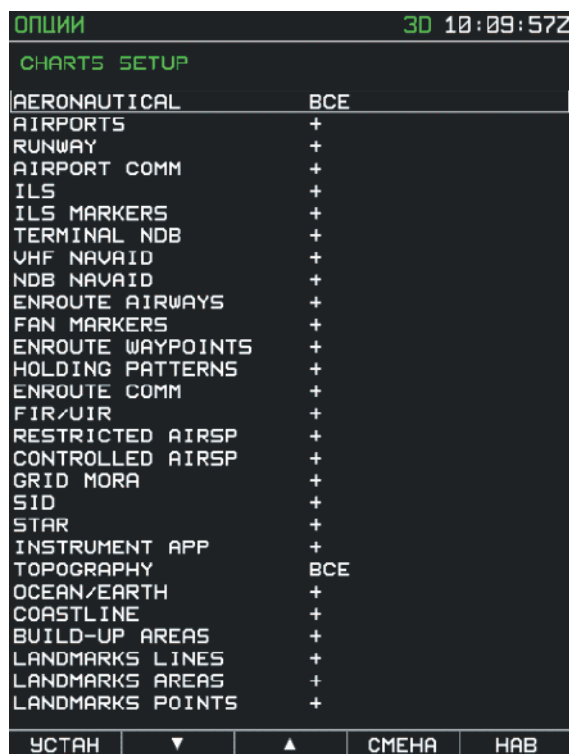

Рис. 43. Вид дисплея в подрежиме КАРТА (CHARTS SETUP)
Выбор осуществляется из подменю (Рис. 38). Вид дисплея в режиме настройки опций КАРТА на Рис. 43. Опции параметров отображения объектов в составе карты (подрежим КАРТА) устанавливаются аналогично п.5.2.1.
**Сохранение** выбранных значений ОПЦИЙ осуществляется при выходе из режима – нажатие кнопки НАВ (рис. Рис. 38...Рис. 43).